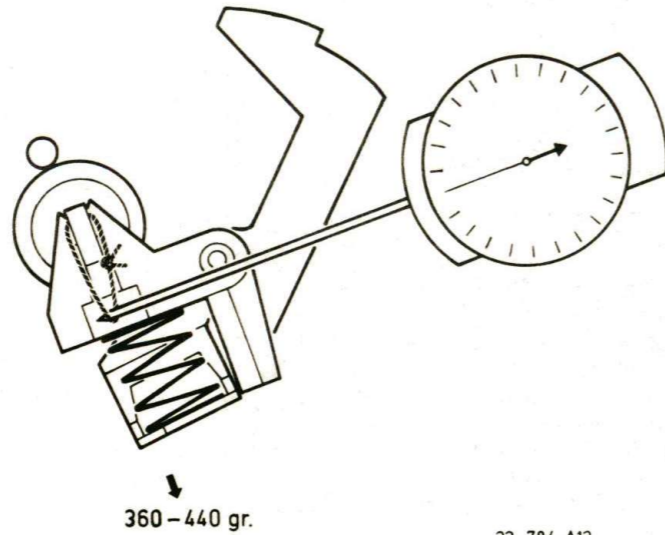

Fig. 5
2. Rullo pressore (Fig. 5)
- Utilizzare un dinamometro ed una cordicella per tirare il rullo pressore nel modo come mostra la Fig. 5.